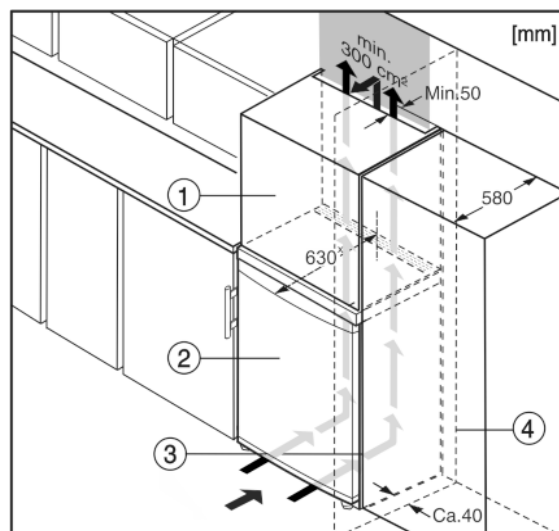

Fig. 10
Пристрій можна комбінувати з кухонними шафами. Для того, щоб пристрій Fig. 10 (2) вирівняти по висоті кухонної секції, на пристрій можна встановити антресольну секцію Fig. 10 (1).
У разі комбінування з кухонними шафами (максимальна глибина 580 мм) пристрій можна встановлювати безпосередньо поряд із кухонною шафою Fig. 10 (3). Пристрій виступає збоку на 34 мм^x і посередині на 50 мм^x відносно передньої панелі кухонної шафи.
Якщо пристрій встановлюється поряд зі стінкою *Fig. 10 (4)*, відстань між пристроєм та стінкою повинна бути не менше 40 мм. Це відповідає необхідній відстані для ручки після відкривання дверцят.